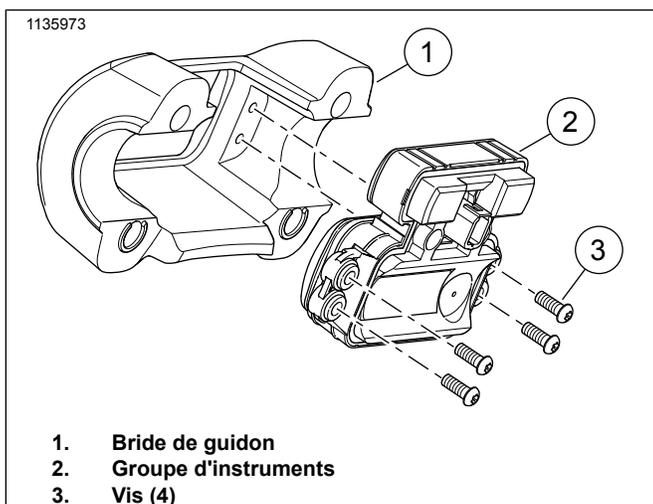

Figure 1. Groupe d'instruments
1. Voir Figure 1. Placer le groupe d'instruments (2) sur la bride de guidon (1).
2. Poser les vis (3). Serrer.